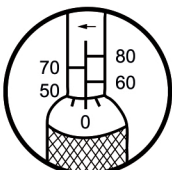

Abbildung 1 (50Nm)
3.) Verriegeln Sie den Griff, indem Sie die Feststellmutter im Uhrzeigersinn drehen. Der Schlüssel ist nun auf 56 Nm eingestellt und einsatzbereit. Die Verriegelung verhindert, dass sich der eingestellte Wert während der Arbeit ändert. *Siehe Abbildung 1 und 2.*